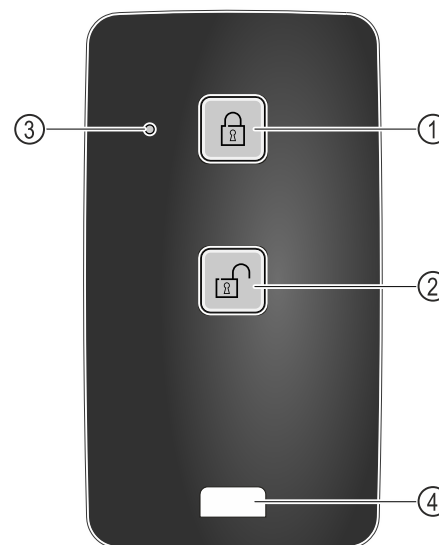

Fig. 218
- Pulsar el botón Fig. 218 (1) del mando a distancia.
- Pulsar el botón Fig. 218 (2) del mando a distancia.
- El LED de estado Fig. 218 (3) emite una señal visual al pulsarse el botón.
- Anilla Fig. 218 (4) para la fijación del mando a distancia, p. ej., en un llavero.